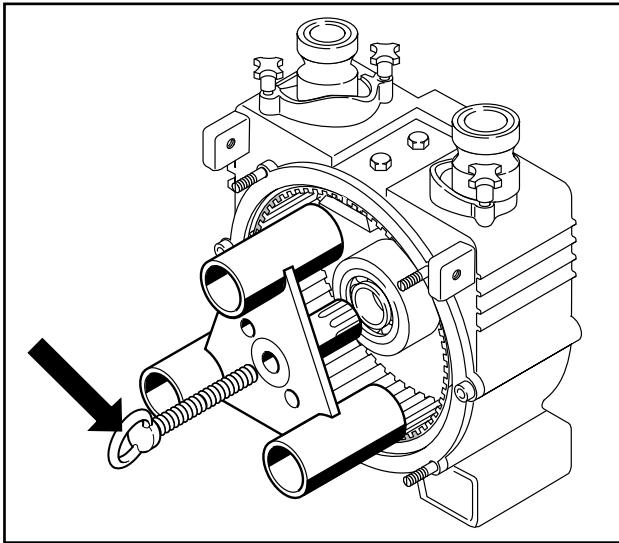

Рис. 10 Демонтаж ротора
5.2 Замена подающего шланга (также см. рис. 10–13, стр. 25)
6. Вывинтите роторные винты (деталь № 1018, рис.8). Отожмите ротор, используя отверстия для отжимного винта М 10 и стопорного винта (рис. 10).